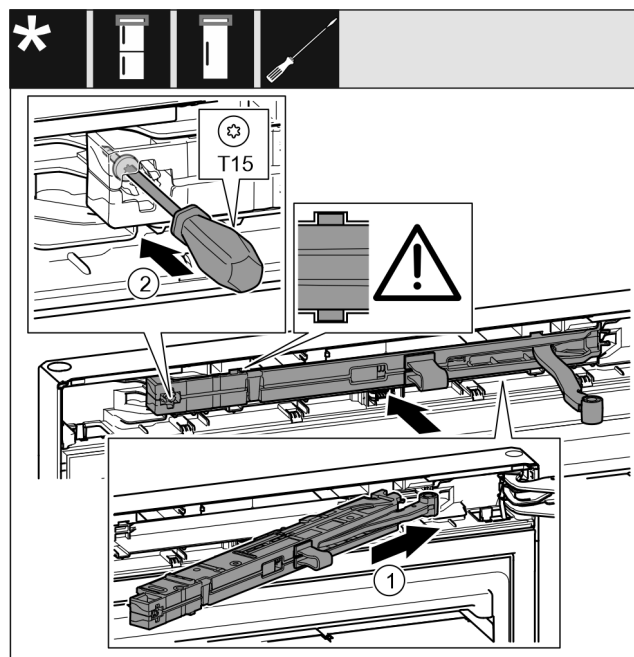

Fig. 42
- Jednotku tlumiče zavírání Fig. 42 (1) na straně stojanu ložiska zasuňte až na doraz šikmo do vybrání.
- Šroubovákem šroub Fig. 42 (2) pevně utáhněte.